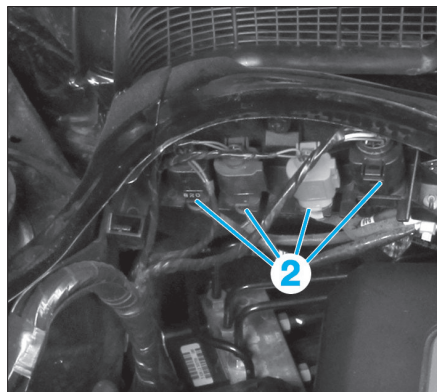

FIG. 163
- les connecteurs (2) (Fig.163).